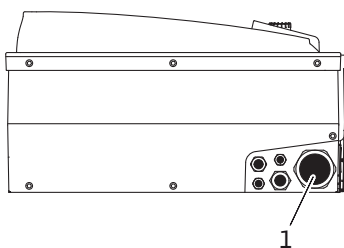

Fig. 25: Pressacavo M25/M40
- Il cavo di collegamento alla rete deve essere fatto passare attraverso il pressacavo M25/M40 (fig. 25, pos. 1).